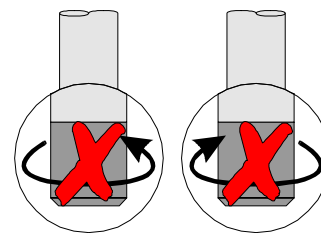

Abbildung 1
2. Der Sensor sollte bei Montage oder Demontage nicht auf Torsion beansprucht werden (s. Abbildung 1).